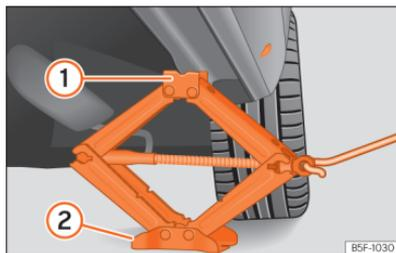

Fig. 229 Longarina: colocação do macaco do veículo.
- Rode a manivela do macaco, colocado por baixo do ponto de apoio da longitudinal, para levantá-lo até que o ressalto ① » » » **Fig. 229** se encontre por baixo do alojamento previsto.
- Alinhe o macaco de forma a que a patilha ① «encaixe» no alojamento previsto da longitudinal e que a placa base móvel ② fique apoiada no chão. A placa base ② deve ficar colocada na vertical relativamente ao ponto de apoio ①.